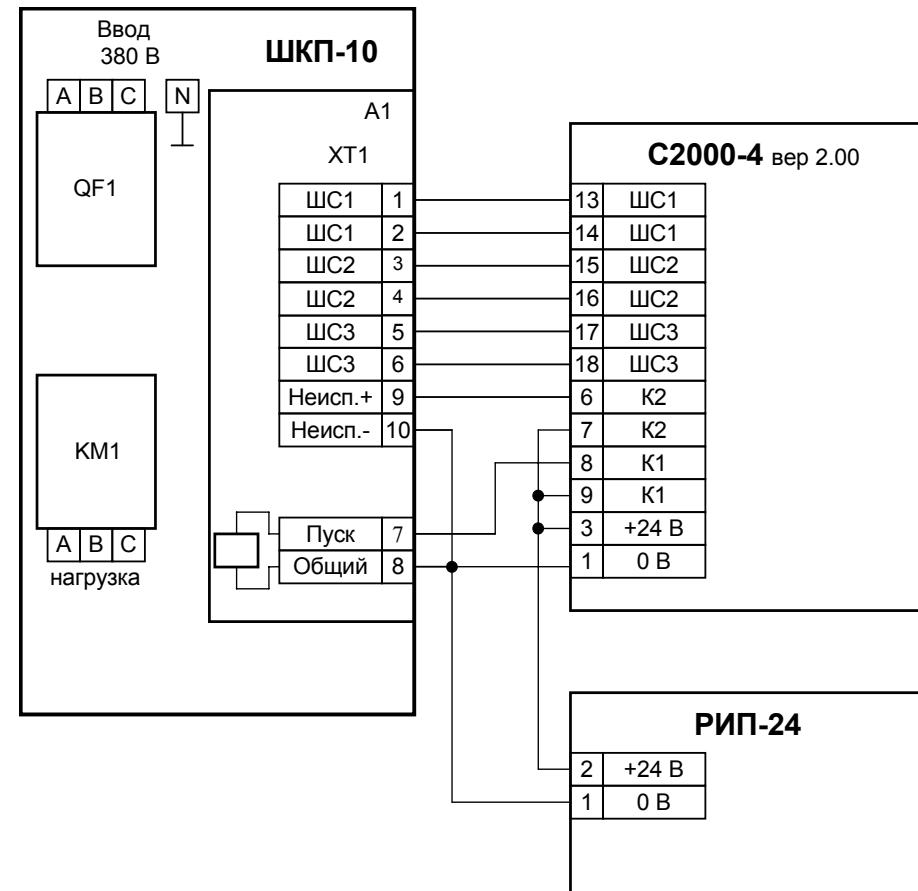

Рисунок 2 Пример подключения шкафа «ШКП-10» к прибору «С2000-4»
- 3) Подключить к шкафу провода питающего сетевого напряжения, цепей нагрузки и контроля состояния согласно схеме электрической рис. 2.